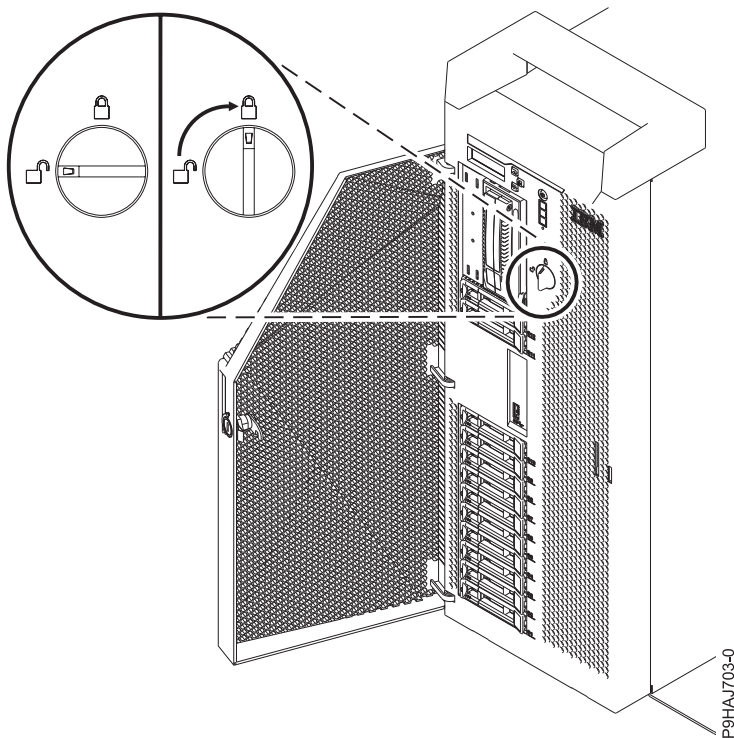

Abbildung 24. Vordere Abdeckungsverriegelung schließen
4. Drehen Sie die Abdeckungsverriegelung nach rechts (im Uhrzeigersinn), um die Abdeckung zu entsperren (siehe Abb. 24 auf Seite 42). Vertikal bedeutet, dass die Klappe gesperrt ist; horizontal, dass sie entsperrt ist.